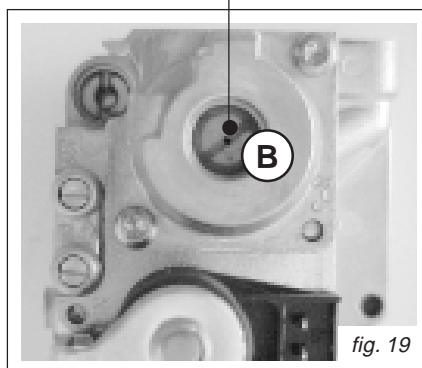
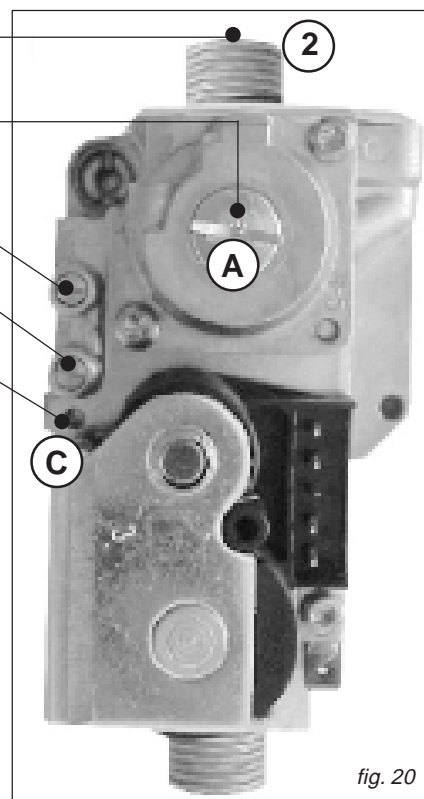

fig. 19
fig. 20
- una volta che il bruciatore è acceso verificare che il valore di pressione "MASSIMA" corrisponda a quello indicato nella tabella "UGELLI - PRESSIONI": qualora non corrispondesse correggerlo togliendo il tappo a vite "A" (fig. 20) e ruotando la vite "B" (fig. 19) in senso ORARIO per aumentare, in senso ANTIORARIO per diminuire.
- correggere eventualmente il valore ruotando la vite "C" (fig. 20) in senso ANTIORARIO per aumentare, in senso ORARIO per diminuire; se tale operazione non fosse sufficiente agire con un cacciavite sul potenziometro MIN GAS (fig. 22) per eseguire questa operazione è necessario rimuovere il frontalino.
- smontare il tubo di raccordo tra valvola gas e collettore del bruciatore ed inserire il diaframma "2" (fig. 20) all'uscita della valvola gas;
- togliere il tappo "A" (fig. 20) sulla valvola gas ed avvitare a fondo la vite "B" di regolazione pressione max (fig. 19);
- risigillare la vite "A" del coperchio del regolatore (fig. 20);
- smontare il tubetto di raccordo tra valvola gas e collettore del bruciatore e togliere il diaframma "2" (fig. 20) posto all'uscita della valvola gas;
- togliere il tappo "A" (fig. 21) sulla valvola gas e sbloccare la vite "B" di regolazione pressione max (fig. 19);